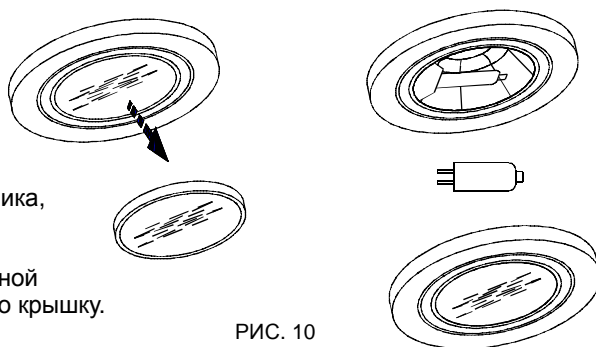

РИС. 10
- Замена галогенной лампы (рис. 10):